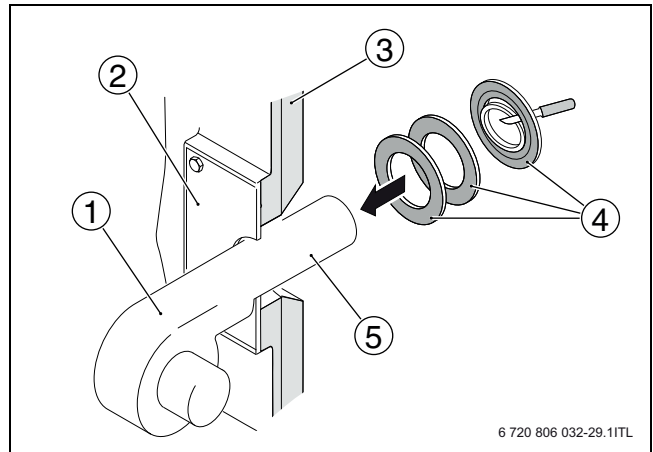

Fig. 21 Montarea arzătorului
- ▶ Înșurubați arzătorul (→ fig. 21, [1]) pe placa arzătorului [2].